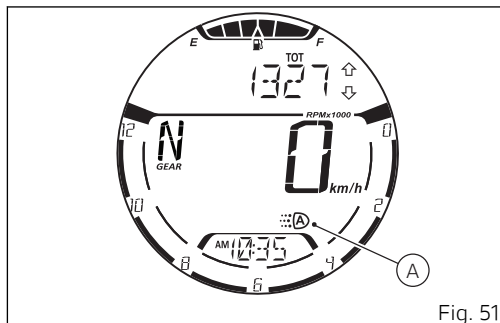

Fig. 51
Es posible apagar las luces DRL configurándolas en “MANUAL” mediante el pulsador (5) que se encuentra en el conmutador izquierdo. Presionando de nuevo el pulsador (5), las luces DRL vuelven a encenderse configurándose en “AUTO”. Cuando las luces DRL se configuran en “AUTO”, en el display se visualiza el símbolo (A, Fig. 51)
Si la luz DRL se encuentra en esta modalidad, al poner en marcha el motor, la luz DRL se apaga automáticamente y se enciende la luz de cruce si el salpicadero detecta escasas condiciones de luz (NIGHT). En cambio, si el salpicadero detecta una buena condición de luz (DAY), la luz DRL permanece encendida y la luz de cruce apagada: en esta modalidad el salpicadero pasa automáticamente de la luz DRL a la luz de cruce y viceversa en base a las condiciones de luz externa detectada. En el display se visualiza el símbolo (A, Fig. 51).